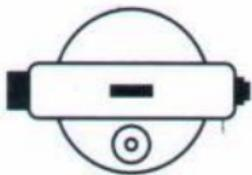

图 9
5.1.2 将仪器旋转 180° ，若气泡不偏离为正常 (如图 9)，若气泡偏离时 (如图10) 按下列方法调整；调整脚螺旋⑩将气泡回复到